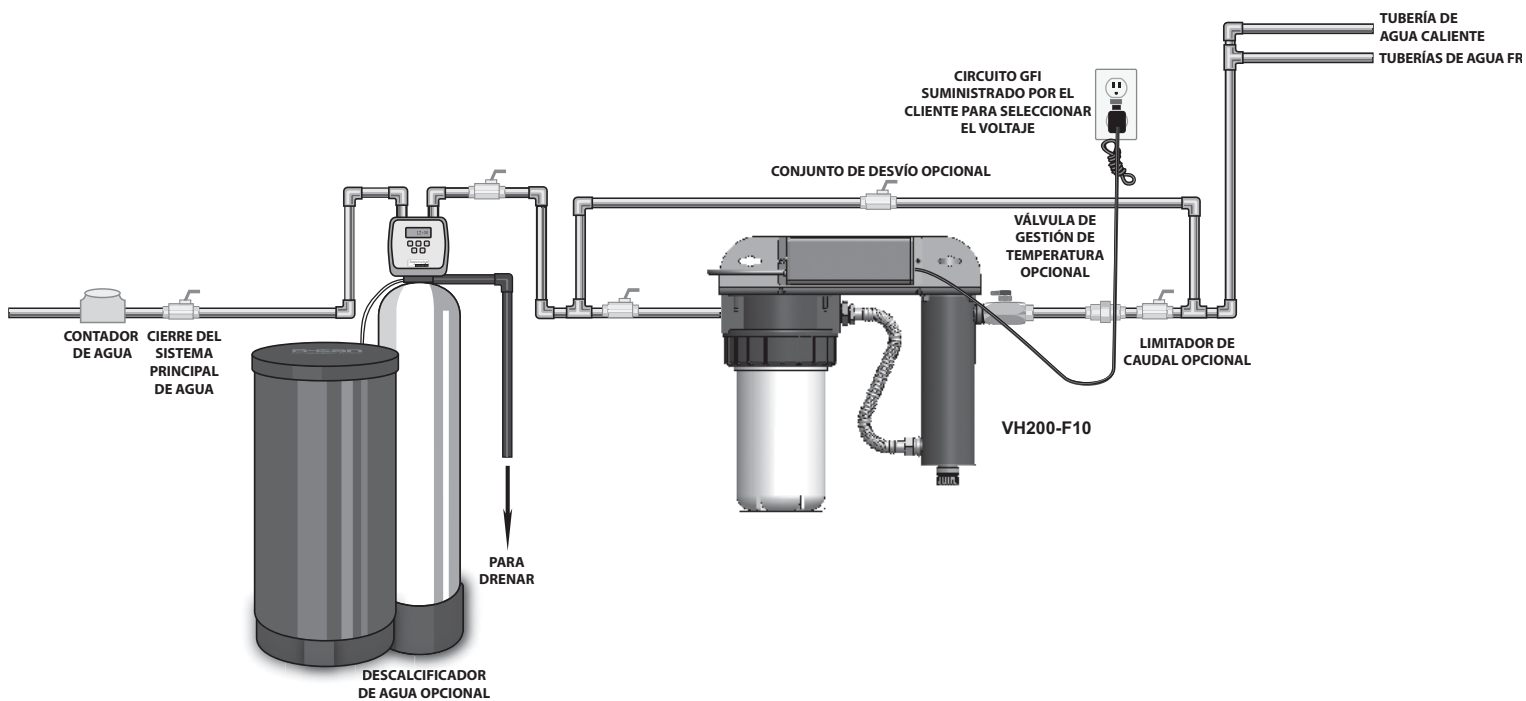

Figura 2 Sistema de desinfección
1. Figura 2 muestra la instalación de un sistema de agua potable típico y los componentes relacionados que se pueden usar para la instalación. Se recomienda el uso de un conjunto de derivación en el caso de que el sistema requiera mantenimiento "sin conexión". Si este es el caso, hay que tener en cuenta que el sistema va a necesitar desinfección adicional del sistema de distribución si se usa agua durante la derivación. Además, durante la derivación, el agua NO se desinfectará y se deberá colocar físicamente la etiqueta "NO CONSUMIR EL AGUA" en el conjunto de derivación hasta que el sistema se haya saneado y puesto en servicio nuevamente. Consulte Sección 3.2 para el procedimiento de desinfección completo. Si el agua se va a consumir mientras el sistema está fuera de línea, se deberá hervir durante dos minutos antes del consumo.